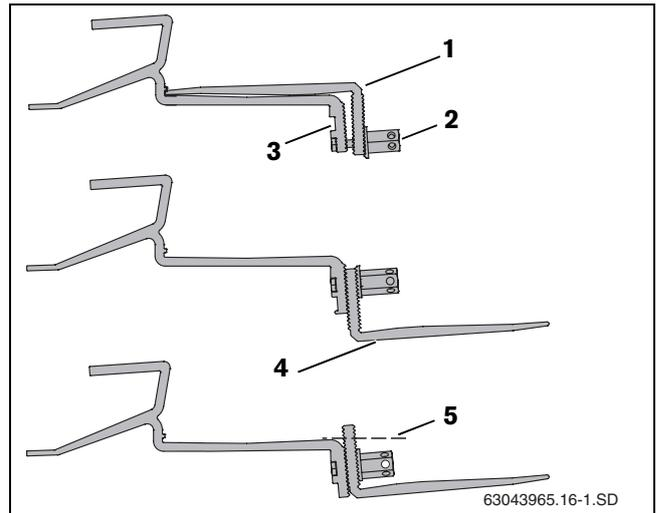

Fig. 13 Fissaggio del gancio da tetto al travetto
Per certi tipi di coperture del tetto, affinché la testa del gancio da tetto sia bene a contatto con la tegola, potrà essere necessario puntellare la parte inferiore del gancio da tetto (fig. 13, [4]) con delle assi/tavole
- ▶ Svitare la vite a testa esagonale lunga (fig. 13, [2]).
- ▶ Infilare la vite nel foro superiore (fig. 13, [3]).
- ▶ Fissare con un po' di gioco la parte inferiore del gancio da tetto (fig. 13, [1]). Non serrare ancora il collegamento.